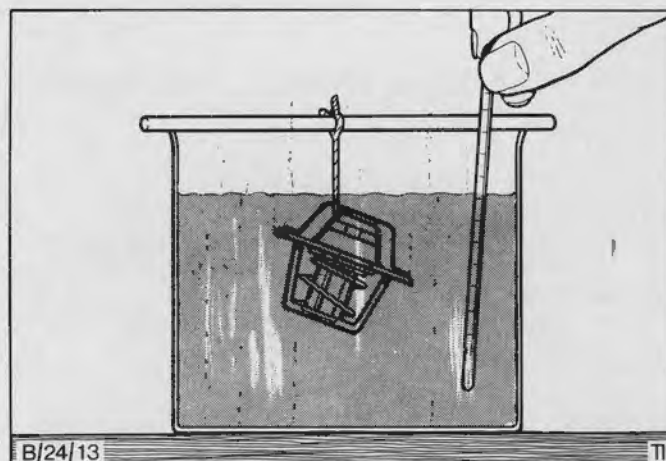

Fig.39. Metode til afprøvning af termostat med et nøjagtigt termometer
2. Varm gradvis vandet op, idet temperaturen hyppigt kontrolleres med et nøjagtigt termometer, Fig.39.